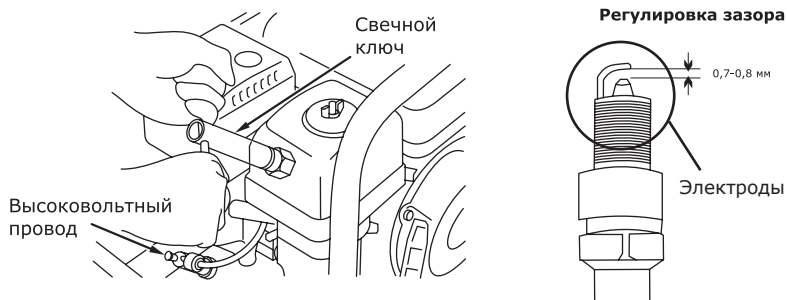

Рис. 18
- Выверните свечным шестигранным ключом, входящим в комплект поставки, и осмотрите свечу (рис. 18). Электроды свечи должны иметь светло-коричневый цвет.
- Проверьте величину зазора между заземляющим и центральным электродами, используя специальный шуп. При необходимости установите зазор 0,76 мм (рис. 18).